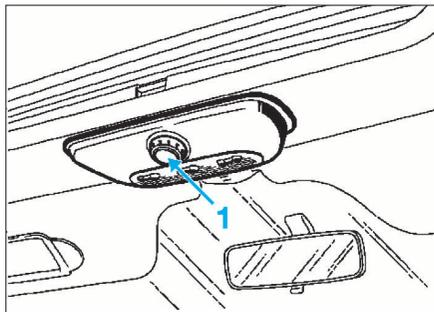

FIG. 8
- appuyer et maintenir le commutateur (1) (Fig.8).
- attendre le bruit de commutation du moteur et relâcher le commutateur (1) 2 s après.
- appuyer aussitôt de façon continue sur le commutateur (1) jusqu'à ce que le toit s'ouvre et se referme complètement. Il est normal que le toit ne se déplace pas tout de suite, mais seulement après 5 s.
- lâcher le commutateur (1).